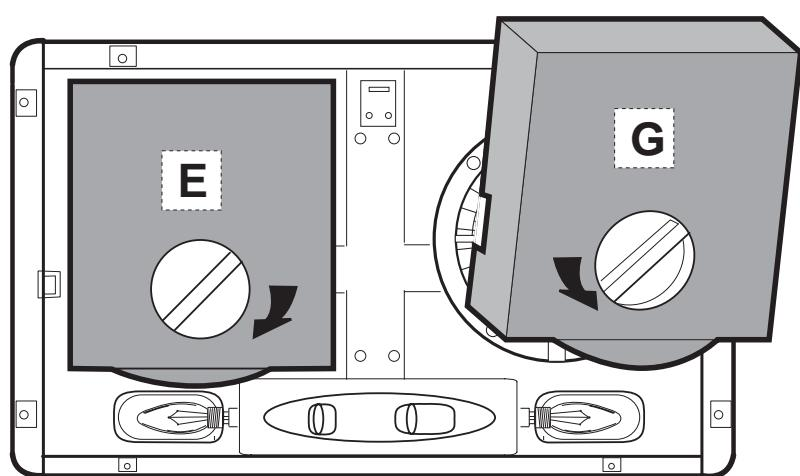

Fig. 4 - Abb. 4 - Obr. 4
- d) Introducir el filtro de carbón, girar el botón en sentido horario hasta el bloqueo (Fig. 4, E).
- c) Girar el botón central del filtro de carbón en sentido antihorario y extraerlo de su sede (Fig. 4, G).